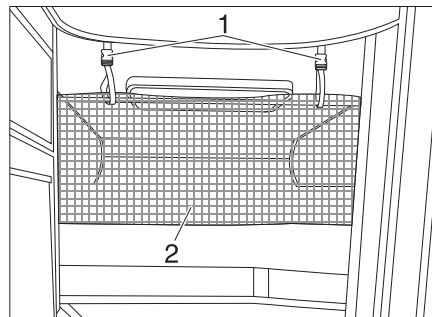

Bild 153 Sicherungsnetz
Das Sicherungsnetz (Bild 153,2) ist serienmäßig zwischen Matratze und Lattenrost verstaut. Das Sicherungsnetz erst aufspannen, wenn sich die Person bereits im Bett befindet.
- Die Haltebänder (Bild 153,1) in die Halterungen an der Decke einrasten.
Sicherungsnetz Das Sicherungsnetz (Bild 153,2) ist serienmäßig zwischen Matratze und Lattenrost verstaut. Das Sicherungsnetz erst aufspannen, wenn sich die Person bereits im Bett befindet.